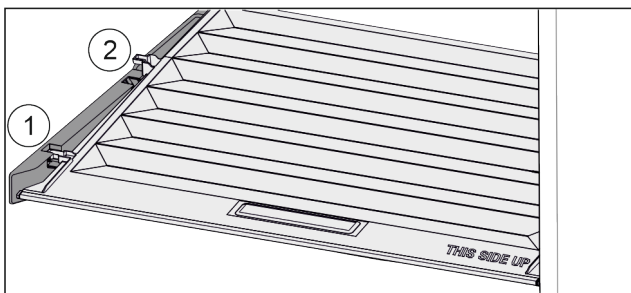

Fig. 115
- ▶ Deksel tot de opening in de vasthouddelen naar voren trekken Fig. 115 (1).
- ▶ Aan de achterkant vanaf de onderkant omhoog tillen en vanaf de bovenkant verwijderen Fig. 115 (2).